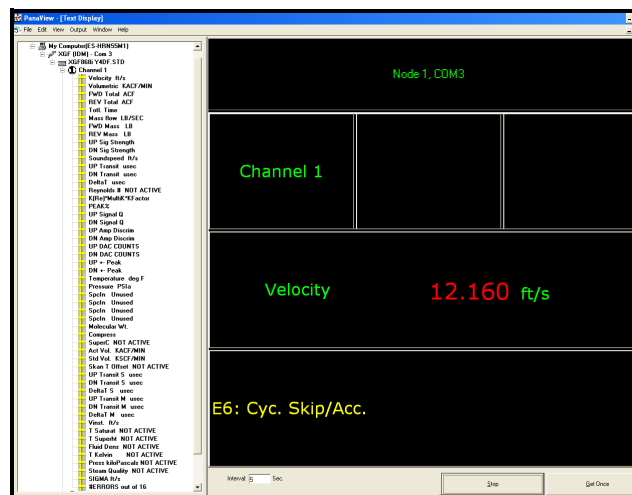

Рис. 18: Несколько текстовых экранов в окне *Text Display*
2. Повторите шаг 1 для параметров любого дополнительного процесса, дважды щелкнув их в дереве сети PanaView. PanaView автоматически расположит текстовые окна рядом друг с другом в правой части окна *Text Display*, как показано на *Рис. 18* ниже.